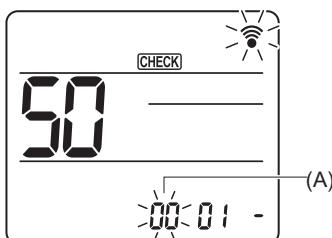

Fig. 6-15
(2) Réglage du numéro d'appareil
Appuyez sur les touches **▼** pour régler le numéro d'appareil (A). (Fig. 6-15)